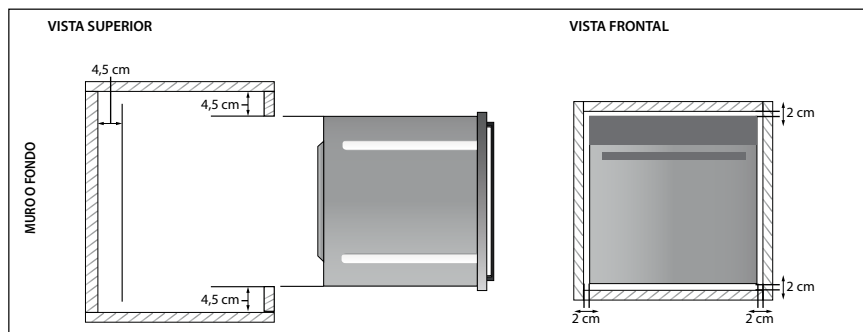

Figura 6
Nota: Antes de instalar el horno asegúrese de conservar una distancia mínima de 4,5cm entre la cara interna del mueble y cualquier pared el horno ver figura 6.
- Al utilizar su horno se generan vapores calientes que salen al exterior acompañados de partículas grasas que pueden ocasionar desprendimiento de los cantos o enchapes de su mueble, por lo tanto, es necesario garantizar una distancia mínima de 2cm desde los extremos del horno hacia cualquier cajón o puerta de cajón adyacente ver figura 6.